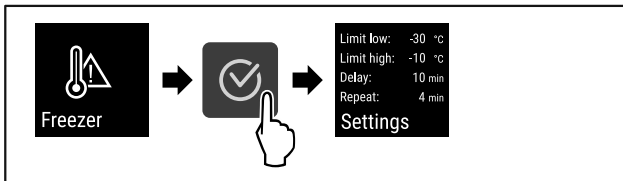

Fig. 102
- ▶ Vykonajte kroky akcie (pozri Fig. 102) .